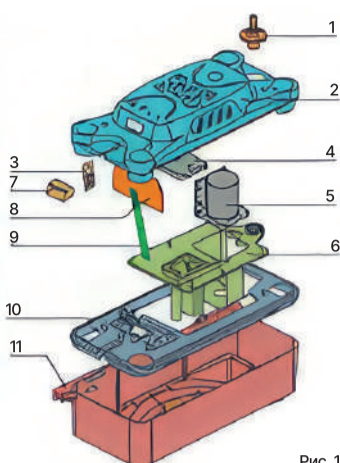

Рис. 1
- Крепление насоса. У насоса имеются 2 встроенных кронштейна (рис. 1, поз. 3), расположенных на противоположных сторонах резервуара. Установка только в горизонтальном положении. Убедитесь, что насос выровнен по уровню, а приемные отверстия расположены ниже слива кондиционера. Корпус насоса не предназначен для установки в нем трубопроводных фитингов;